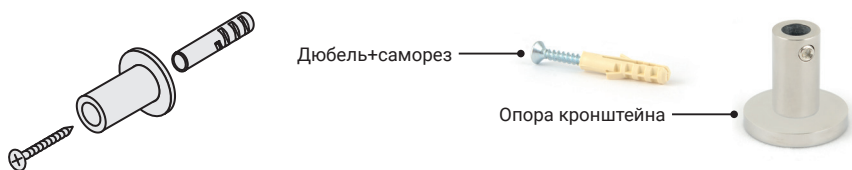

Рис.4
4.1.5. В полученных метках (п. 4.1.4.) сделать отверстия диаметром 6 мм и произвести монтаж телескопических кронштейнов (рис. 4) с помощью саморезов и дюбелей.